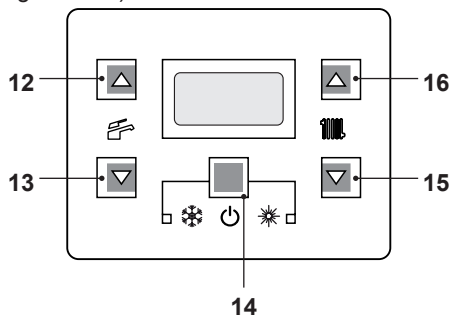
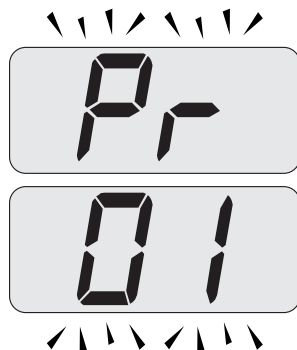

Figura 9.27
Figura 9.28
- Entrare in "modalità programmazione" premendo contemporaneamente per 10 secondi i tasti 14 - 15 - 16 (Figura 9.27) fino a far apparire sul display LCD le lettere **Pr** che si alternano con il codice **01** indicanti l'entrata nel "parametro 01" (Figura 9.28).
- Premere contemporaneamente i tasti 14 e 16 (Figura 9.27) fino a far apparire sul display LCD il valore del parametro 01 (Figura 9.29) (65=CONDENSA R 6.27 o 66=CONDENSA R 6.34).
- Premendo contemporaneamente i tasti 14 e 15 (Figura 9.27) si esce senza modificare il valore (ritorno alla lista parametri Figura 9.28)
- Premendo contemporaneamente per 10 secondi i tasti 14 - 15 - 16 (Figura 9.27) si esce dalla "modalità programmazione".